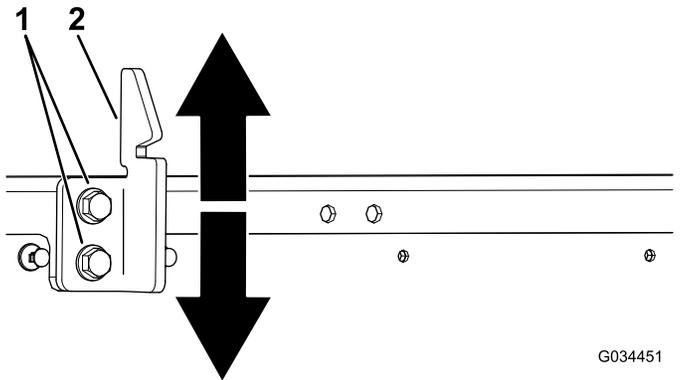

Рисунок 64
3. Ослабьте 2 болта на ударном выступе защелки кузова и переместите ударный выступ вверх или вниз, если он расположен слишком низко или слишком высоко (Рисунок 64).
4. Затяните 2 болта на ударном выступе защелки кузова (Рисунок 64).